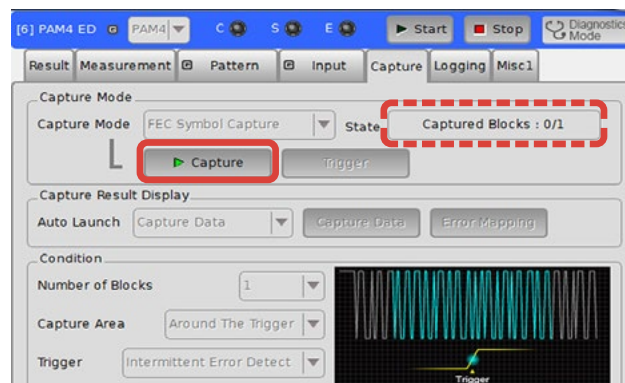

図3.2-7 FEC Symbol CaptureスタートボタンとStateの表示
3. Captureボタンをクリックします。FEC Symbol Error Threshold設定以上のFECシンボルエラーが検出されると、PAM4 EDはキャプチャを開始し、Stateの表示からその状態を確認することができます (図3.2-7)。キャプチャが完了すると結果画面が現れます。